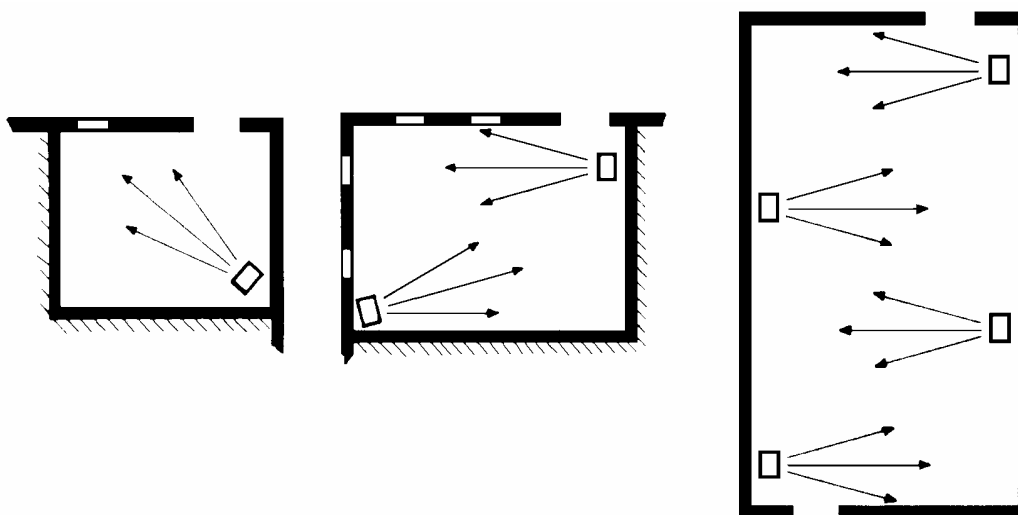

Рисунок 15 – Пример размещения воздунагревателей
- при установке нескольких воздухонагревателей без системы подающих труб, где возможно, создать чередующиеся потоки воздуха (смотри Рисунок 15).